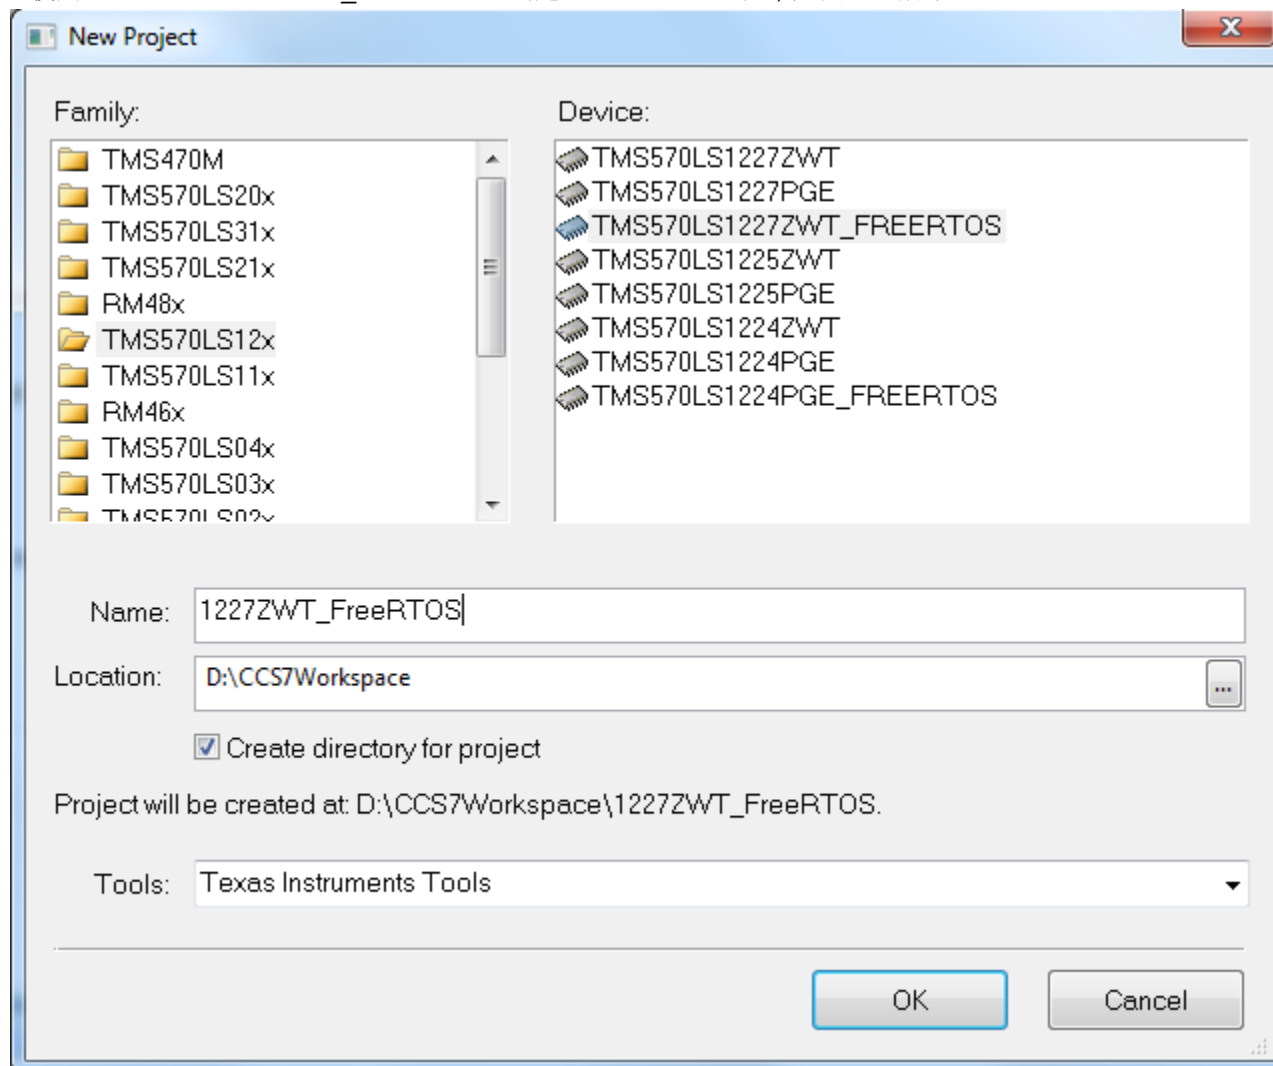

图 4-1. 创建 HALCoGen 工程
1. 使用 TMS570LS1227ZWT_FREERTOS 创建 HALCoGen 工程，如图 4-1 所示。